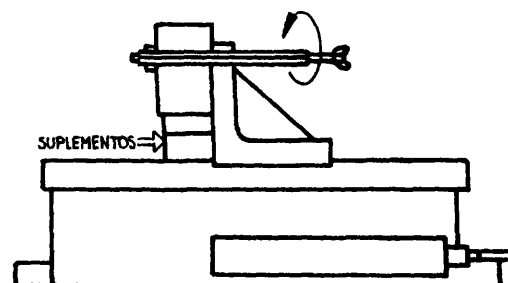

Fig. 7
- ___ c Fije suavemente la pieza por medio de la morsa "C" (fig. 7).